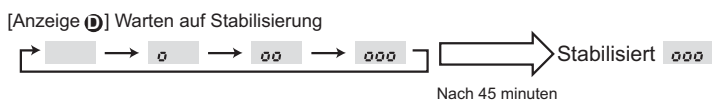

Fig. 8-3
- ③ Drücken Sie zur Bestätigung der Einstellung die **FILTER** (↔) -Taste. (Fig. 8-3)